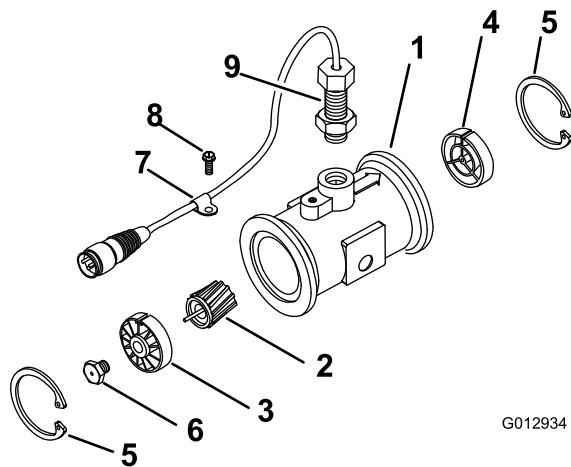

Bild 73
3. Entfernen Sie den Halterung an der vorgeschalteten Seite (Bild 73).